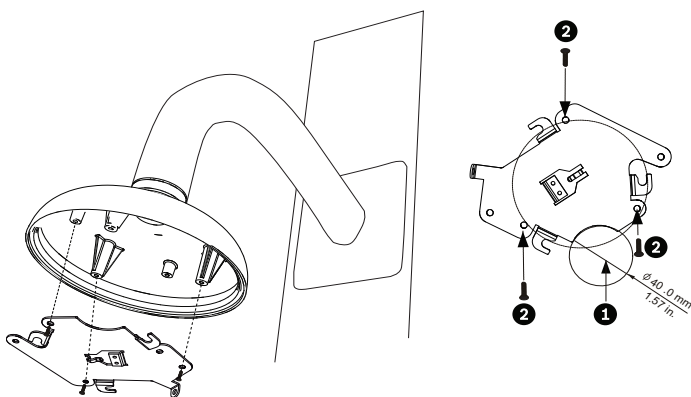

Figura 5.7 Fixar a placa de montagem à tampa da dome
2. Encaminhe os condutores na parte lateral da placa pelo corte em forma de crescente (Ref.^a # 2 *Figura 5.7*).